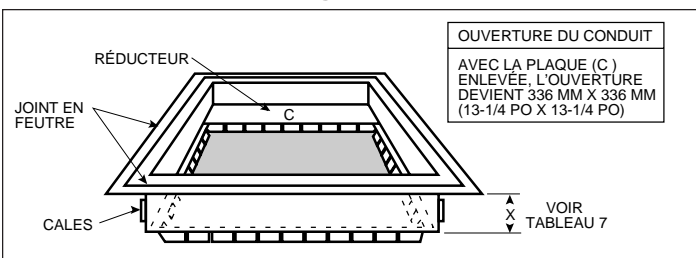

Figure 11.
- Dans le tableau 7, sélectionner le modèle correspondant à la dimension X de la cavité du sol. Pour maximiser le débit d'air, enlever le réducteur « C » (voir la figure 11) de façon à obtenir la plus grande ouverture possible pour la construction du conduit/sol.